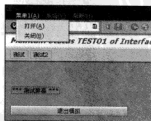

图 12-46 测试菜单栏
STEP 2 单击“测试”按钮，输出界面如图 12-46 所示。